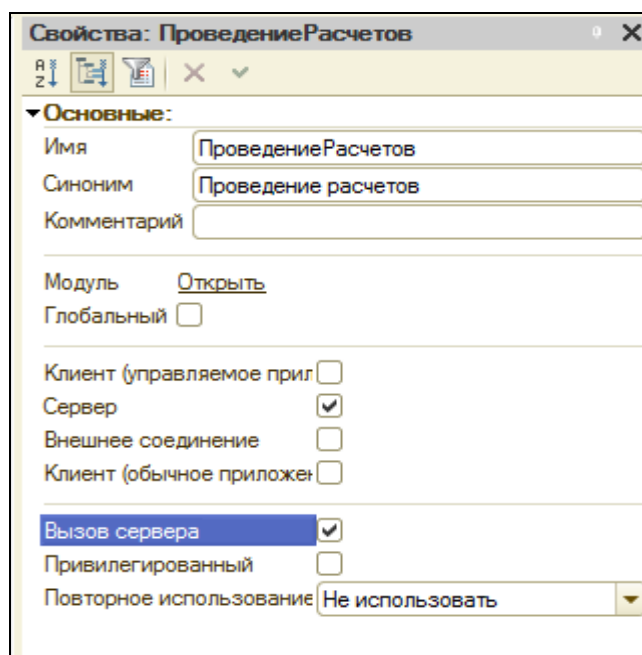

Рисунок 8.18 Основные свойства общего модуля
3. Создать общий модуль ПроведениеРасчетов (рис. 8.18).